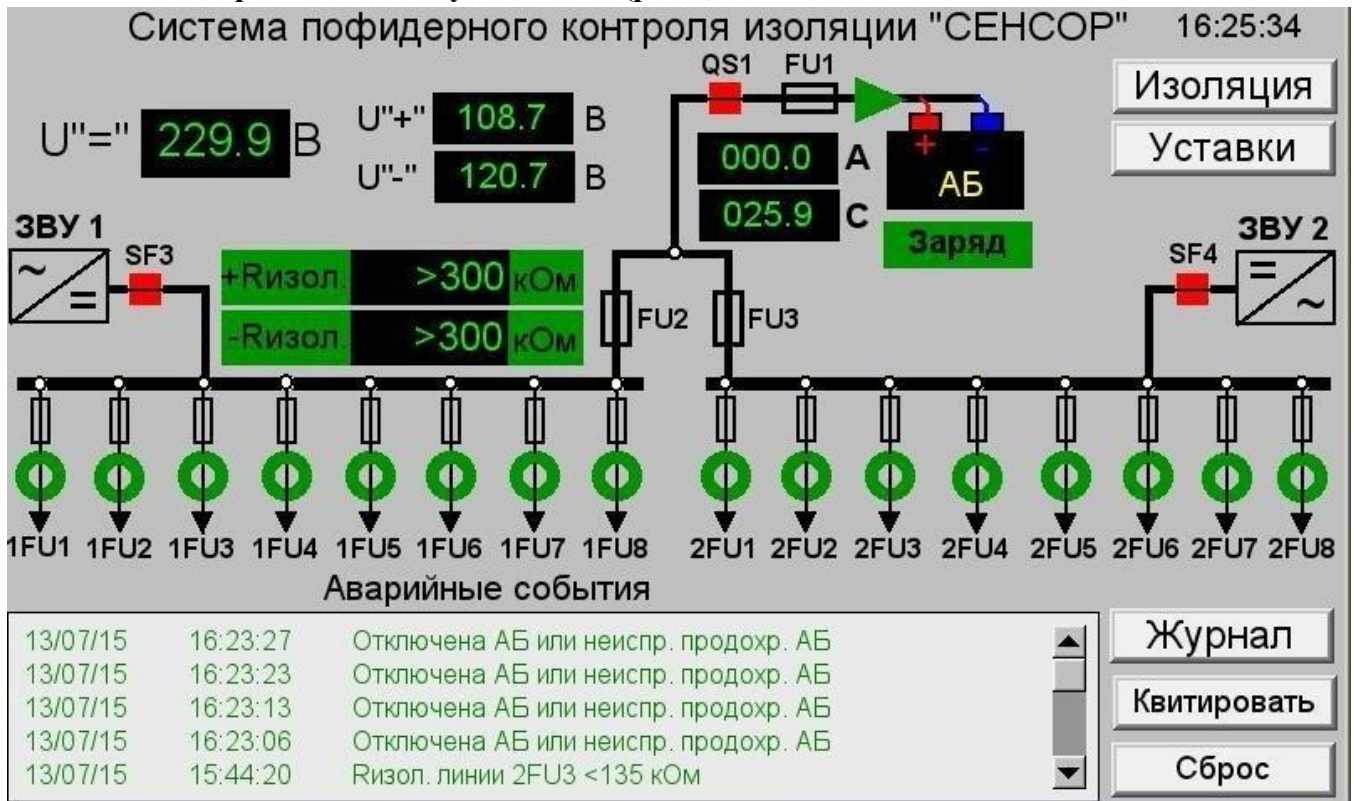

Рисунок 8. Нормальный режим.
- Включить автоматический выключатель АБ. На экране НМІ-панели должен отображаться следующий вид (рис.8):